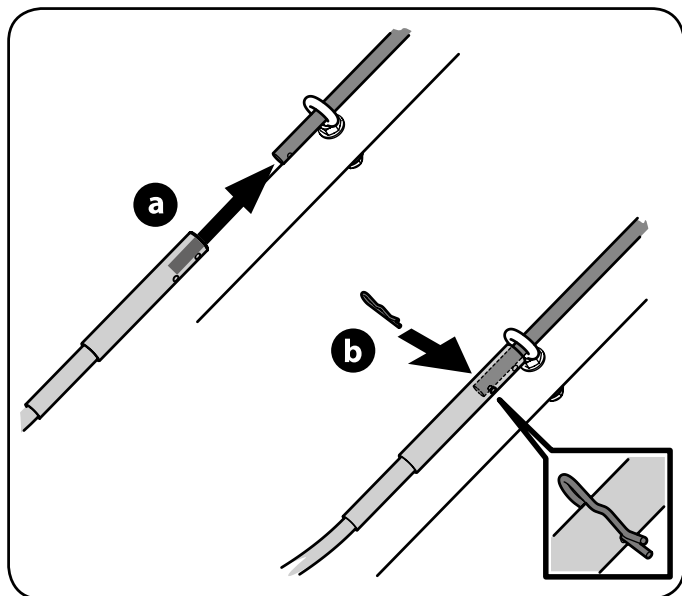

Рисунок 3-19
- Прикрепите гибкий вал к верхней части рукоятки управления желобом пружинным шплинтом (см. рис. 3-19).